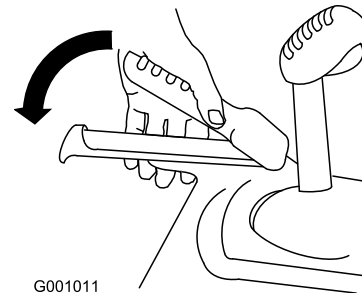

Bild 26
1. Drücken Sie zum Einkuppeln des Fahrtriebs den linken Hebel (Fahrtrieb) zum Handgriff (Bild 26).